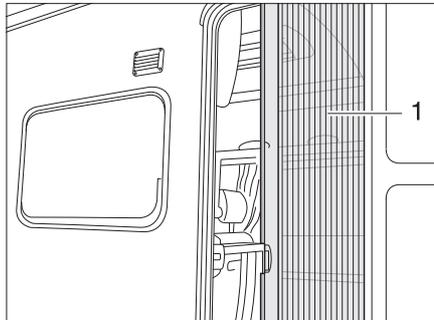

Fig. 26 Moustiquaire
- Ouvrir : ■ Sortir entièrement la moustiquaire par la poignée (Fig. 26,1).
- Fermer : ■ Rentrer entièrement la moustiquaire par la poignée (Fig. 26,1).